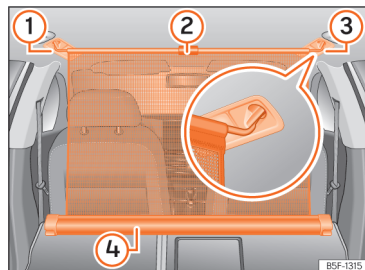

Fig. 193 Na bagageira: rede de separação fixa com os encostos do banco traseiro rebatidos.
- Puxe a aba para cima >>> Fig. 193 ② para tirar a rede da carcaça ④.
- Prender a rede de separação do lado esquerdo ou direito >>> Fig. 193 ③ (imagem ampliada).
- Prender a rede de separação no alojamento do outro lado >>> Fig. 193 ① puxando a barra.
A rede de separação está montada corretamente quando as extremidades em forma de T estão fixas com firmeza nos alojamentos correspondentes >>> Fig. 193 ③ e ①.
- Enrole a rede na carcaça >>> Fig. 193 ④ baixando-a manualmente.